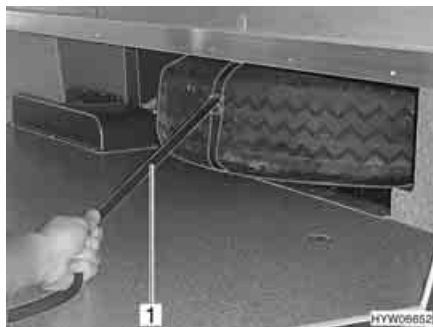

Fig. 259 Ruota di scorta nel doppio fondo
- Estrarre la ruota di scorta con la cinghia di arresto (Fig. 259,1).